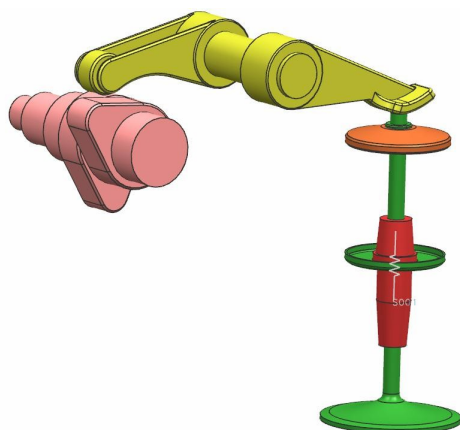

Рис.40
•**Вариант 4:** из директории Films запустите AVI фильм под названием *movie\_prug\_na\_polzun* (рис.40).